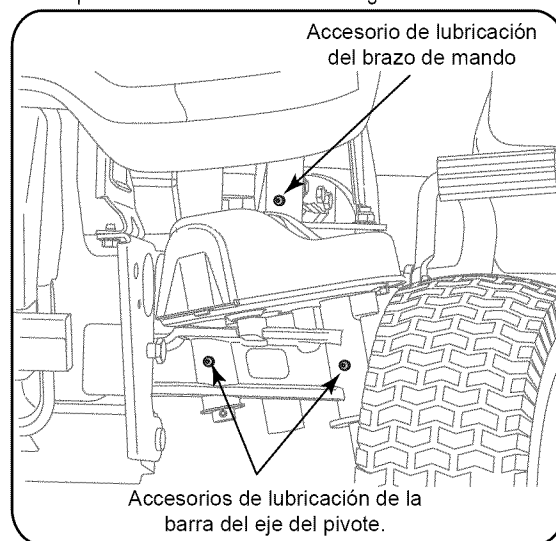

Figura 21
- Aplique grasa a través del accesorio lubricante de los brazos de mando derecho e izquierdo que se encuentran en el extremo posterior de las dos barras de acoplamiento del volante. Vea la Figura 21.
- Localice los accesorios de lubricación del eje de pivote y eje al frente de uno de los extremos de la barra del eje de pivote. Aplique grasa a través de los dos accesorios de lubricación, luego repita para lubricar el eje de pivote y eje en el otro extremo de la barra. Vea la Figura 21.